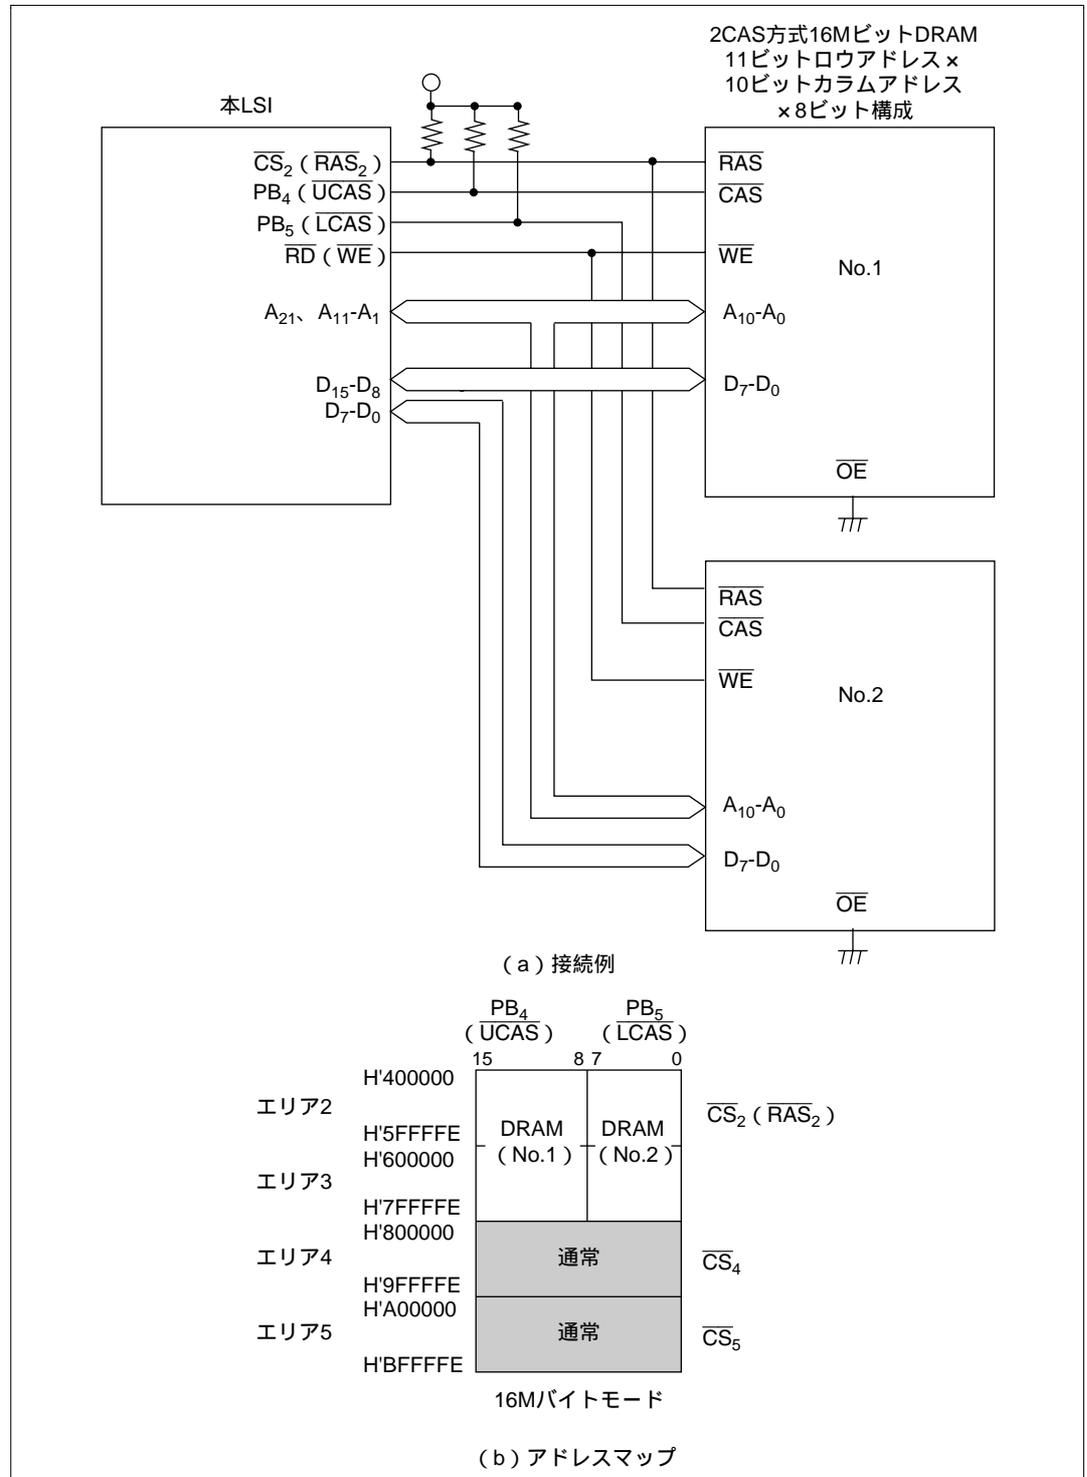

図 6.32 ×8 ビット構成の 16M ビット DRAM の接続例とアドレスマップ
(2) 図 6.32 に ×8 ビット構成の 16M ビット DRAM を 2 個使用する場合の接続例とそのアドレスマップを示します。本例では 11 ビットロウアドレス × 10 ビットカラムアドレスのタイプのものを使用しています。 \overline{CS}_2 端子をエリア 2 およびエリア 3 に共通の \overline{RAS} 出力端子として使用しています。本例のように DRAM のアドレス空間が複数エリアにまたがって連続する場合、DRAS2 ~ 0 の設定により、一本の \overline{CS} 端子が複数エリアに共